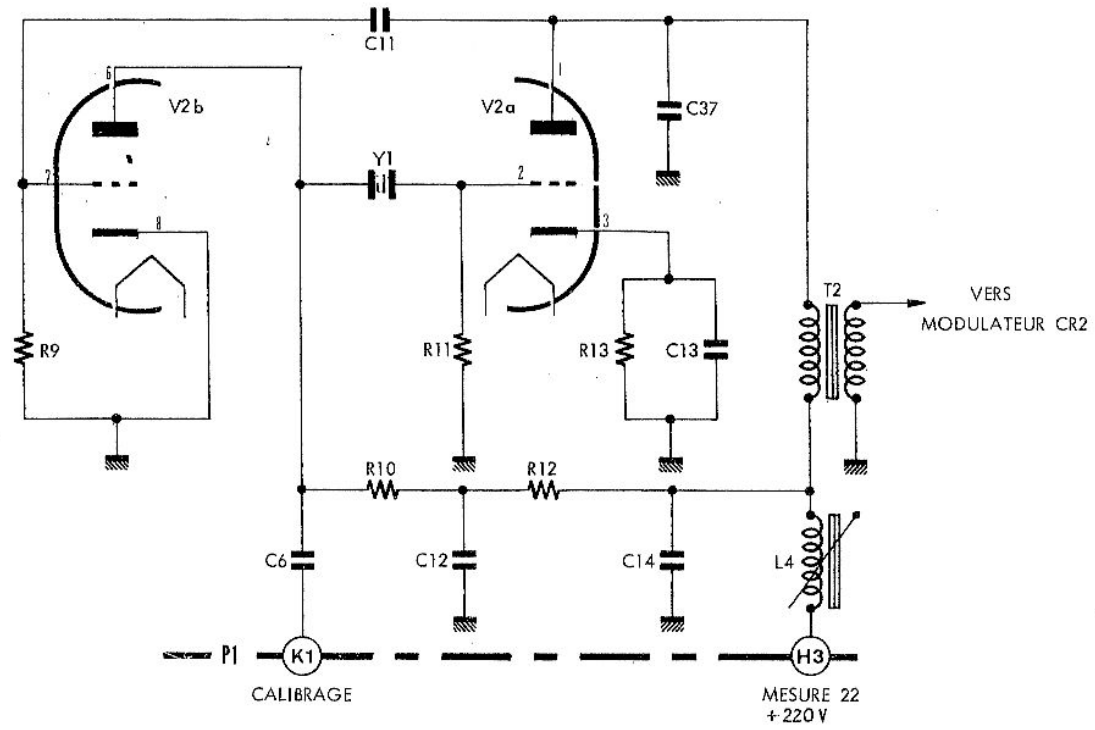

Fig. 16 OSCILLATEUR 50kHz
2.1.14. OSCILLATEUR A QUARTZ 50 kHz (fig. 16 et groupe 02 - planche 28)